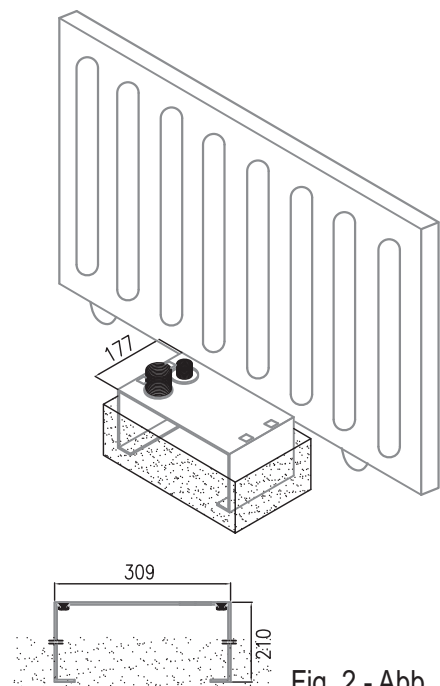

Fig. 2 - Abb. 2
1. Eseguire uno scavo di fondazione, tenendo conto delle misure della piastra di fondazione (Fig. 2).
Prestare molta attenzione al verso di montaggio. I fori per il passaggio delle canaline devono trovarsi a sinistra (fig.2).
1. Creuser un trou, en tenant compte des dimensions de la plaque de fondation (Fig. 2).
Faire très attention au sens de montage. Les trous pour le passage des gaines doivent se trouver à gauche (fig. 2).